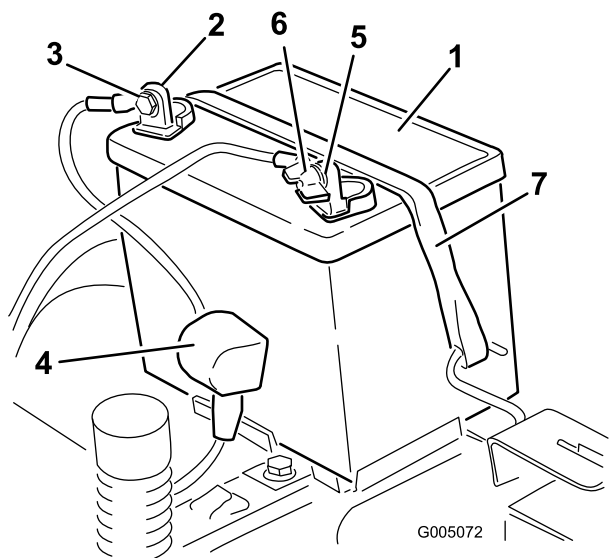

Figura 51
- Desconecte el cable negativo de tierra (negro) del borne de la batería (Figura 51).
- Desconecte el cable positivo (rojo) del borne de la batería (Figura 51).
- Retire la correa de sujeción de la batería (Figura 51) y levante la batería para retirarla de su bandeja.
- Coloque la batería en la bandeja (Figura 51).
- Fije la batería con la correa de sujeción (Figura 51).